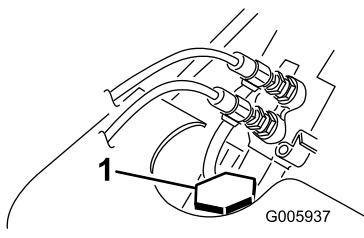

Bild 14
3. Schrauben Sie den Kühldeckel ab und prüfen Sie den Kühlmittelstand (Bild 14).